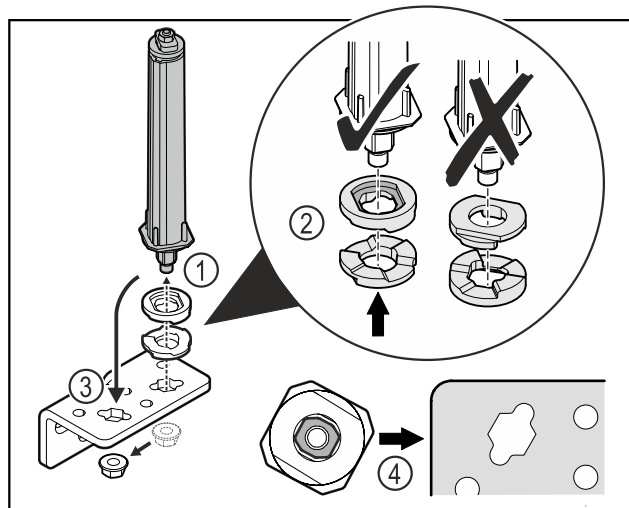

Fig. 40
- ▶ Soltar la tuerca y retirar el sistema de cierre de la puerta Fig. 40 (1).
- ▶ Tener en cuenta la orientación correcta de las arandelas de ajuste de altura Fig. 40 (2).
- ▶ Cambiar la posición del sistema de cierre de la puerta en la escuadra de bisagra y fijar con la tuerca Fig. 40 (3).
- ▶ Tener en cuenta la orientación correcta del sistema de cierre de la puerta al insertarlo Fig. 40 (4).